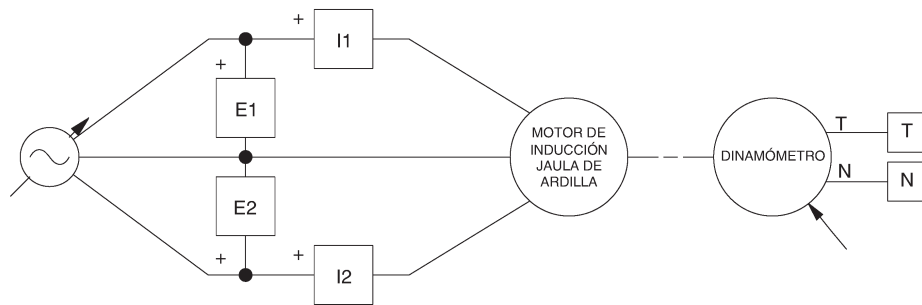

Figura 4-9. Motor de inducción jaula de ardilla conectado al Dinamómetro.
En la primera parte del ejercicio, usted montará el equipo en el Puesto de trabajo, lo conectará como lo muestra la Figura 4-9 y realizará los ajustes apropiados en el módulo Motor de impulsión / Dinamómetro.
- 5. Conecte el equipamiento como lo muestra la Figura 4-9.